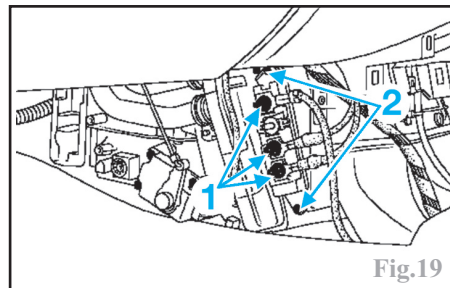

Fig.19
- déposer les écrous de fixation (1) des fils d'alimentation des résistances (Fig.19).
- déposer les vis de fixation (2) et dégager les résistances.